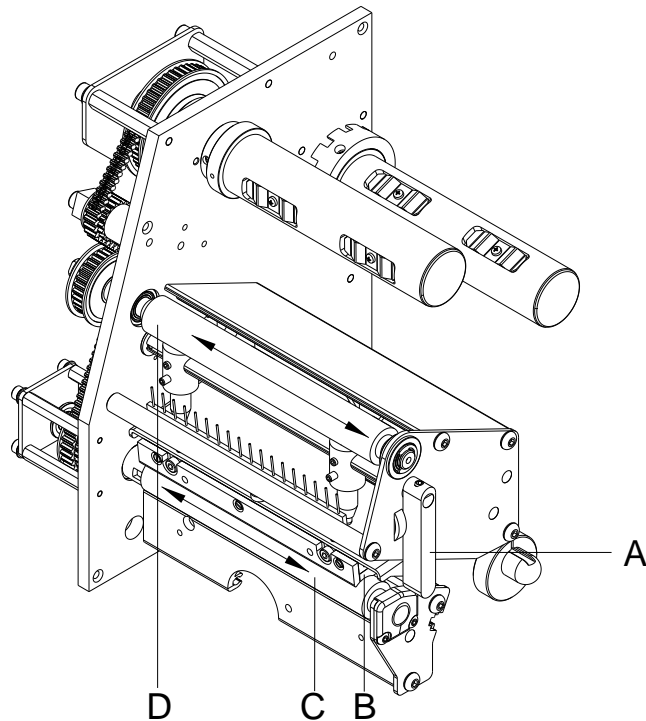

Abbildung 13
2. Andruckhebel (A, Abbildung 13) gegen den Uhrzeigersinn drehen, um Druckkopf (B, Abbildung 13) zu entriegeln.
5. Walze (D, Abbildung 13) schrittweise von Hand drehen, um die gesamte Walze zu reinigen (nur bei ausgeschaltetem Drucker möglich, da sonst der Schrittmotor bestromt und damit die Walze in ihrer Position gehalten wird).
7. Andruckhebel (A, Abbildung 13), bis er einrastet im Uhrzeigersinn drehen, um den Druckkopf (B, Abbildung 13) anzuklappen
2. Andruckhebel (A, in Abbildung 13) gegen den Uhrzeigersinn drehen, um den Druckkopf zu entriegeln.
7. Andruckhebel (A, in Abbildung 13), bis er einrastet im Uhrzeigersinn drehen, um den Druckkopf anzuklappen.